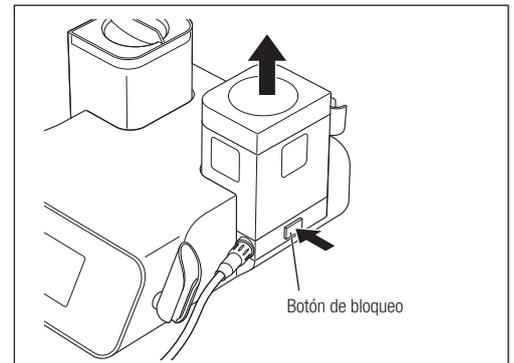

Fig. 42
- 3) Presione el botón de bloqueo para sacar el depósito. Luego tire hacia arriba del depósito (Fig. 42).